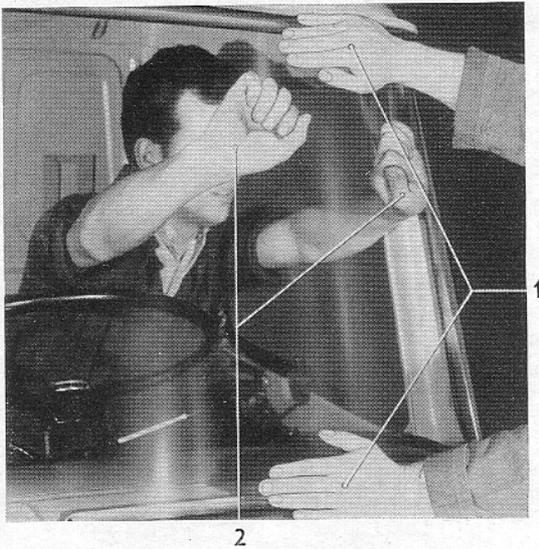

Bild 4 – Beginn des Herausdrückens der Windschutzscheibe an einer oberen Ecke
5. Mit dem Herausdrücken der Windschutzscheibe aus der Gummifassung an einer oberen Ecke beginnen (Bild 4).